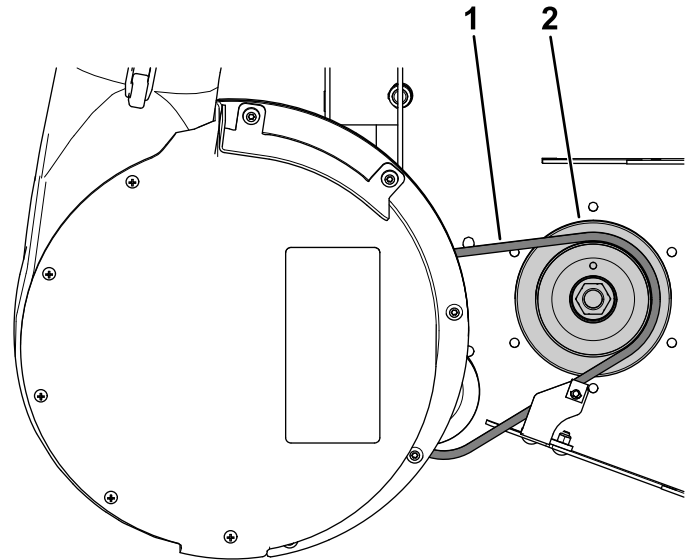
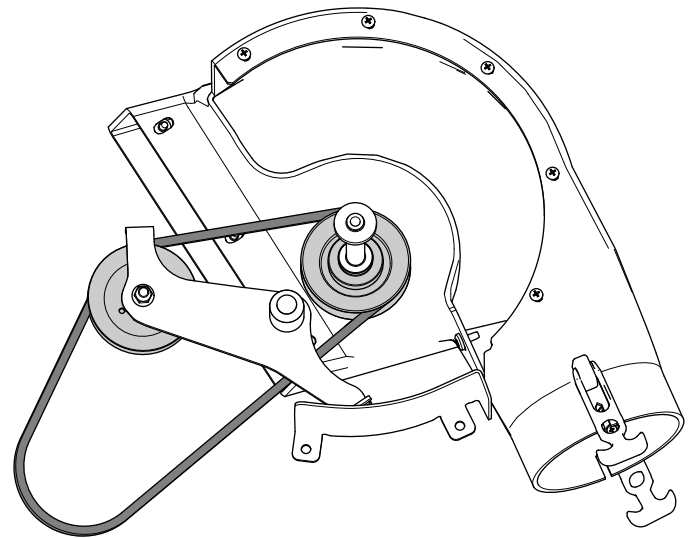

Bild 60
Bild 61
5. Nehmen Sie den vorhandenen Gebläseriemen ab (Bild 60 und Bild 61).